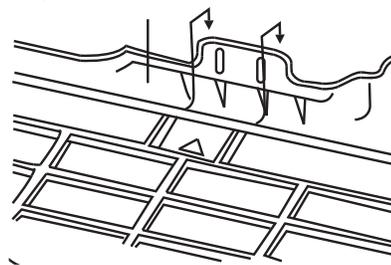
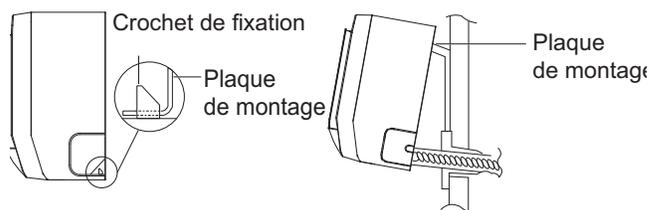

Fig. 15 – Suspension de l'appareil intérieur
Fig. 18 – Suspension de l'appareil intérieur
4. Suspendez l'appareil intérieur sur les crochets du haut de la plaque de montage mural (tel qu'illustré à la figure 15 et à la figure 18).